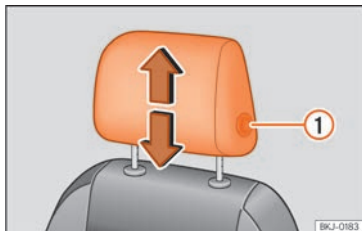
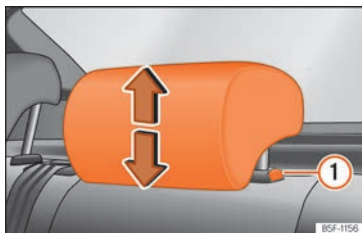

Fig. 107 Siège avant : réglage de l'appuie-tête.
Fig. 108 Appui-tête arrière : réglage de l'appuie-tête.
appuyer sur le bouton » » fig. 107 ①. Dans le cas des appuie-tête arrière, il suffit d'appuyer sur la touche » » fig. 108 ① pour les abaisser » » ⚠ au chapitre Brève introduction à la page 137.